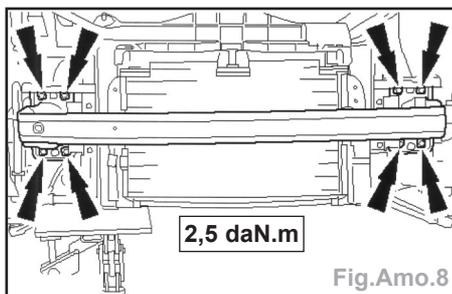

Fig.Amo.8
- Déposer le renfort de bouclier (flèches) (Fig.Amo.8).